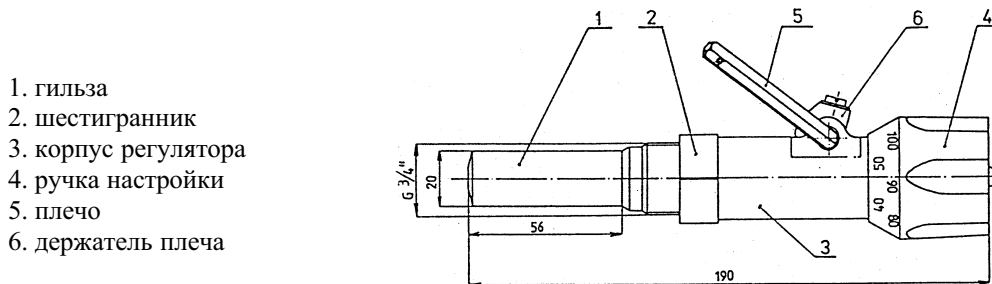

Рис. 1. Температурный регулятор мощности
1. Попробуйте навинтить регулятор сначала без уплотнительной пакли. Затем регулятор навинтите с защитным диском из ПВХ, надетым на гильзу, и паклей с помощью ключа на патрубок котла в требуемое положение (см. рис.1).